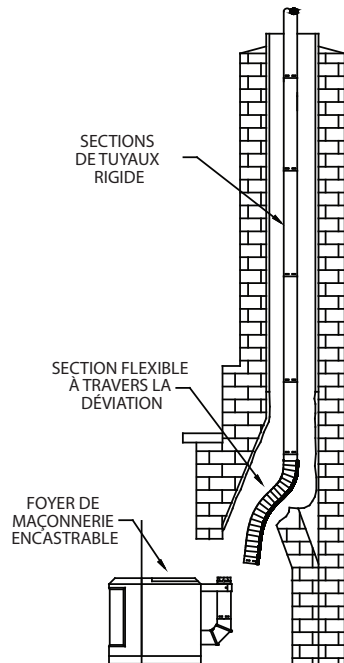

Figure 19
7. Répéter cette opération pour les autres sections de tuyau, et introduire l'assemblage vers le bas dans la cheminée comme illustré à la (Figure 19). Le descendre sous sa position normale afin de raccorder le tuyau flexible au tuyau de l'appareil. Il pourrait être nécessaire de nouer une corde à la section supérieure pour pouvoir le remonter plus tard.